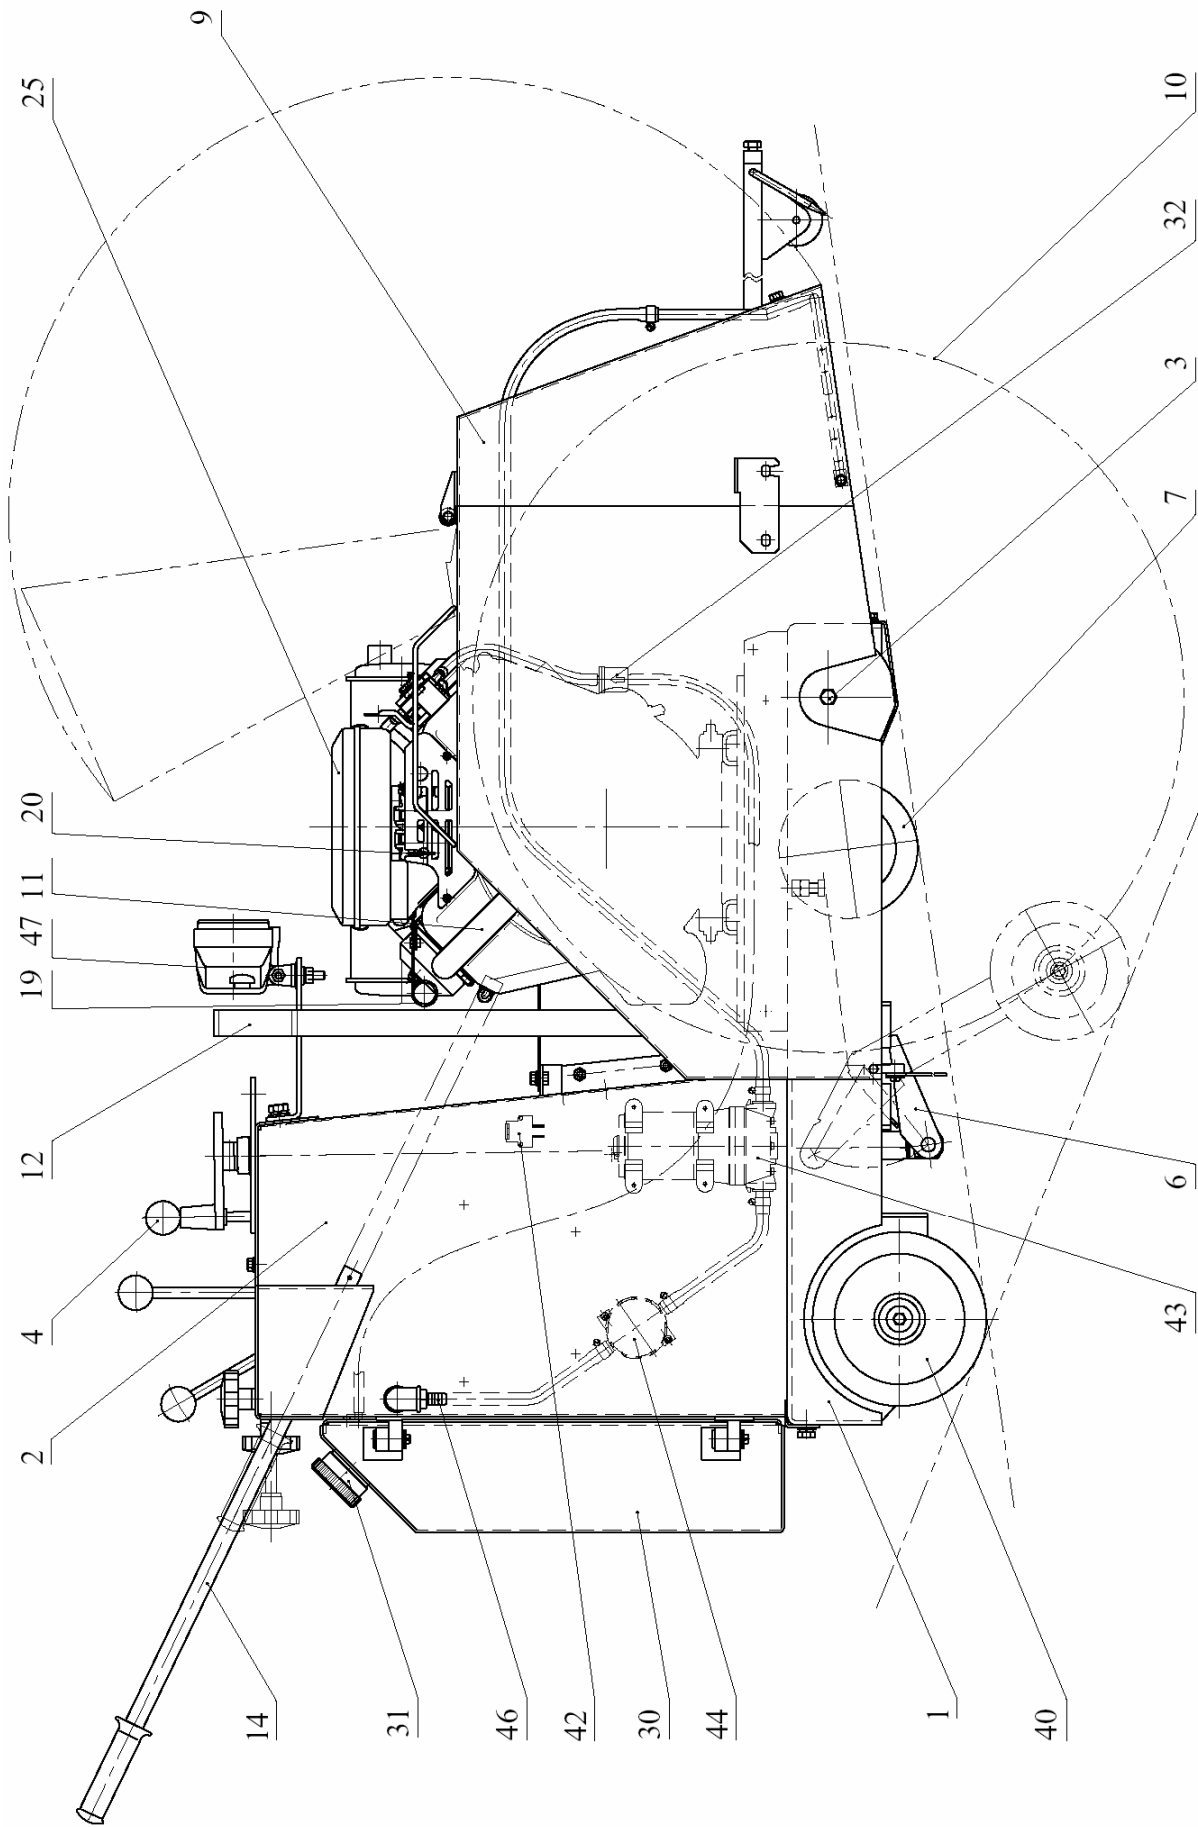

Рисунок 1 Общий вид резчика - справа
5.2 Устройство резчика (см. рис. 1...3)